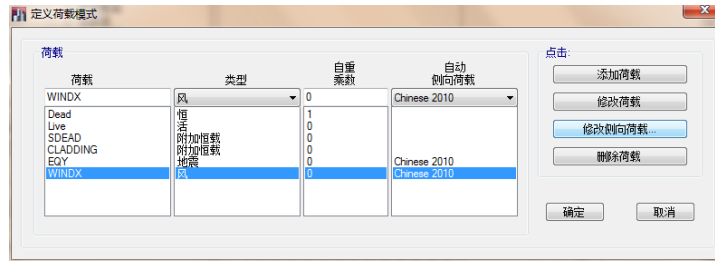

图 4-5 定义荷载模式对话框
- 3) 点击**确定**按钮，返回**定义静载模式**对话框，此时定义荷载模式对话框应如图 4-5 所示。